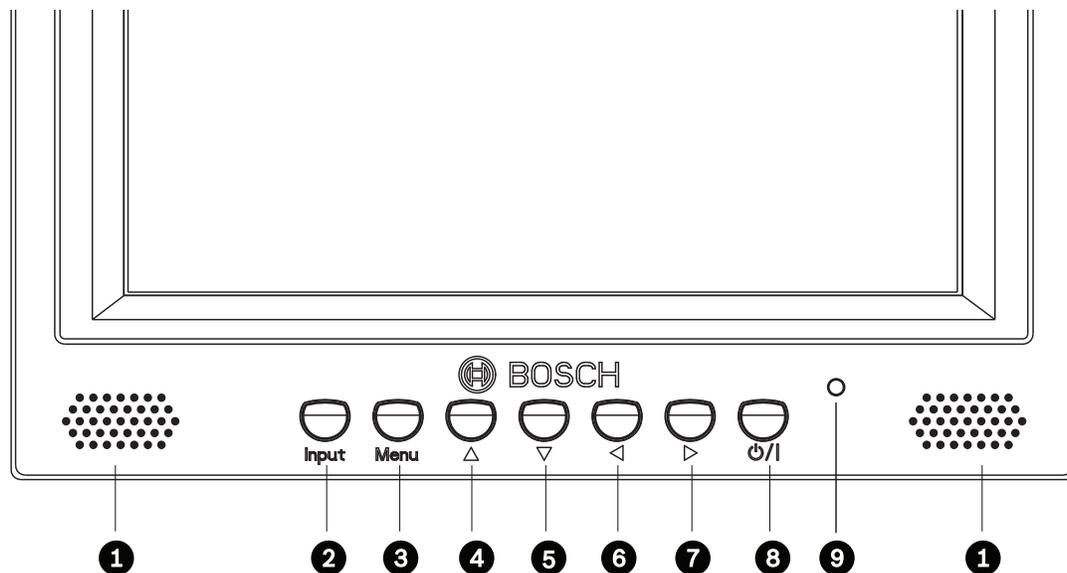

图 6.1 前面板按钮
2. 按下电源按钮打开监视器 (参见图 6.1)。
4. 按下 Menu (菜单) 按钮激活主菜单选项 (参见图 6.1)。